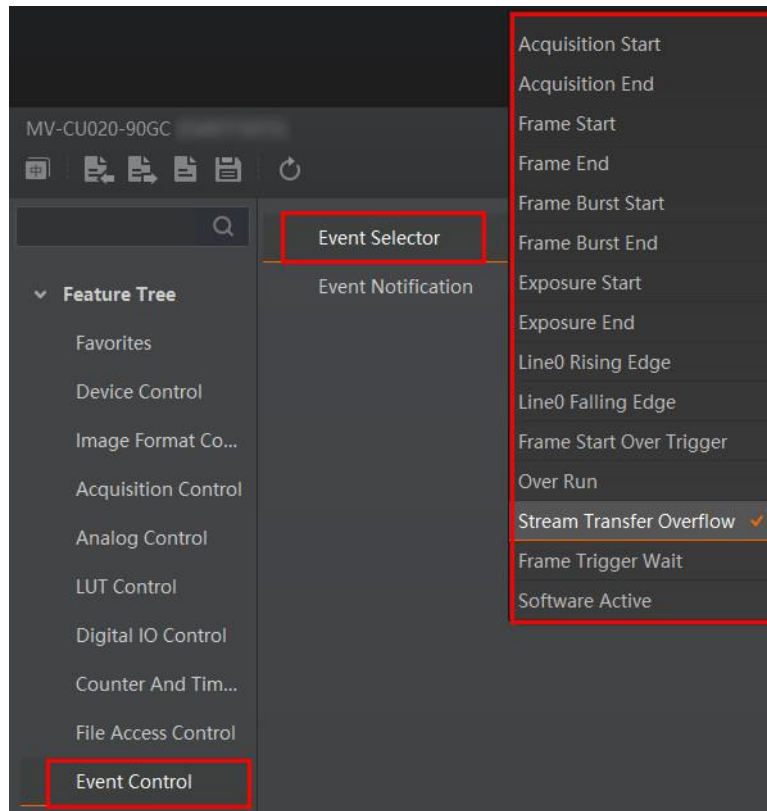

图12-24 选择需要查看的事件
1. 在属性 *Event Control* 下，参数 *Event Selector* 处下拉选择需要查看的事件，如图 12-24 所示。